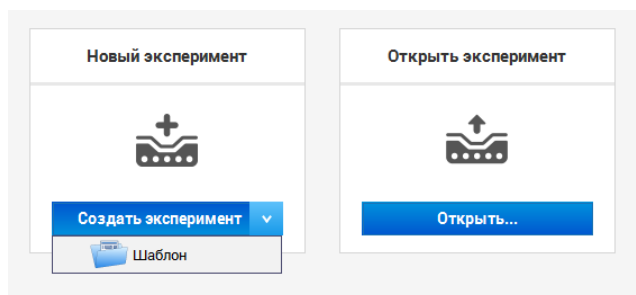

Рисунок 59
2. В центре экрана, в разделе «**Новый эксперимент**» выбрать «**Создать эксперимент**» → «**Шаблон**» (рисунок 59).